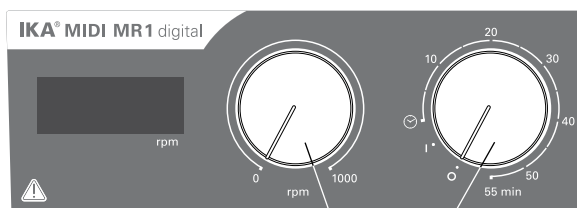

Fig. 3
☞ Lai ieslēgtu ierīci, pagrieziet grozāmo pogu **“Ieslēgt/izslēgt”** un **“Taimeris” (B)**, skatiet **Fig. 3** pulksteņa rādītāja virzienā pozīcijā **“1”**.
☞ Iestatiet motora apgriezienu skaitu, izmantojot regulatora pogu **“Apgriezienu skaits” (C)**, skatiet **Fig. 3**. Ierīcei **MIDI MR 1 digital** motora apgriezienu skaitu var iestatīt no 0 līdz 1000 rpm, savukārt ierīcei **MAXI MR1 digital** — no 0 līdz 600 rpm.